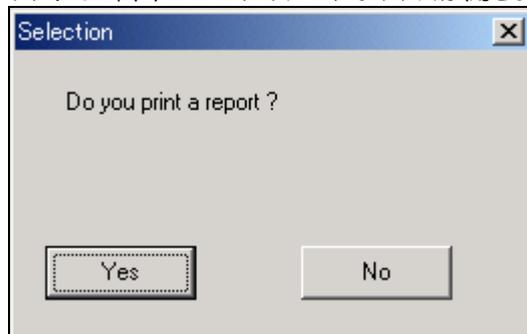

図 3-9 印刷ダイアログボックス
4. <OK>ボタンをクリックすると、図 3-9 のダイアログボックスが開きます。